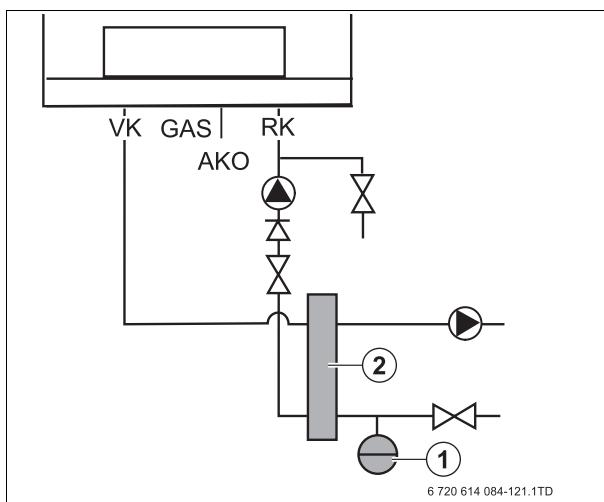

Fig. 18 Racord vas de expansiune cu butelie de egalizare
- În cazul în care există o butelie de egalizare, se poate racorda un vas de expansiune la partea secundară a buteliei în retur (→ fig. 18).